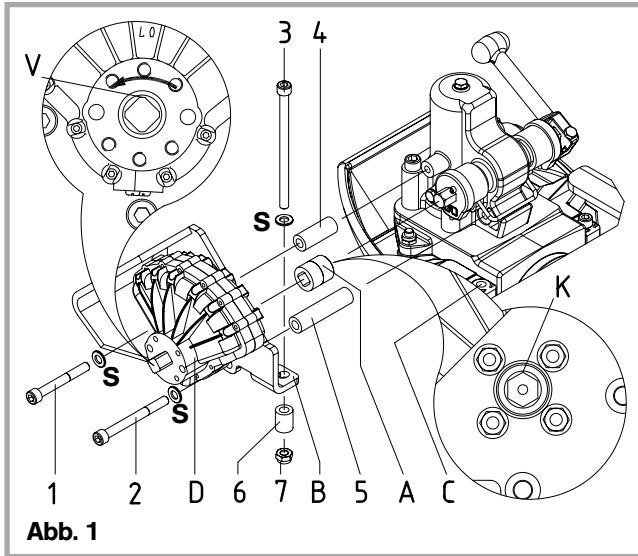

Abb. 1
1.2 Schwenkantrieb (Abb. 1)
- Schraube (C) aus der Kupplung entfernen
- Schwenkantrieb (D) mit Abweisblech (B): Montiert und eingestellt
- Vierkant des Schwenkantriebs (D) in Pfeilrichtung bis Anschlag drehen, ggf. zurückdrehen, bis Vierkantecke (V) nach oben zeigt
- Adapter (A) – Kante (K) nach oben – durch Abweisblech (B) auf die Achse des Schwenkantriebs (D) schieben
- Schraube 1 (M 10 x 80) und Scheibe (S) mit Buchse 4 (51 mm)
- Schraube 2 (M 10 x 110) und Scheibe (S) mit Buchse 5 (83 mm)
- Schraube 3 (M 10 x 160) und Scheibe (S) mit Buchse 6 (25 mm) und Mutter 7